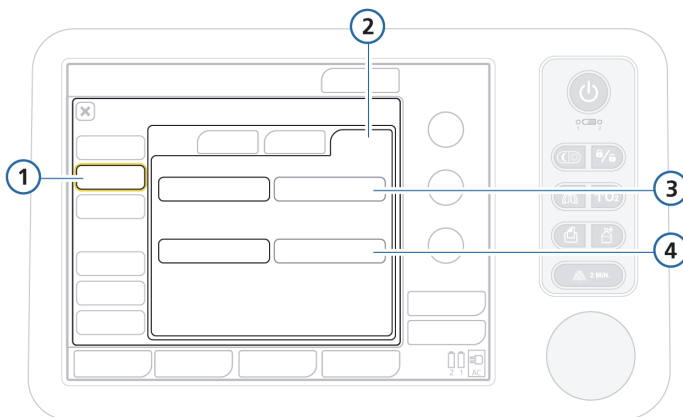

Рисунок G-5. Установка временных характеристик дыхательного цикла и выбор названий
- В окне «Modes» установите для выбранной временной характеристики параметр «**I:E**» (по умолчанию) или «**Твд**». См. рис. G-5.